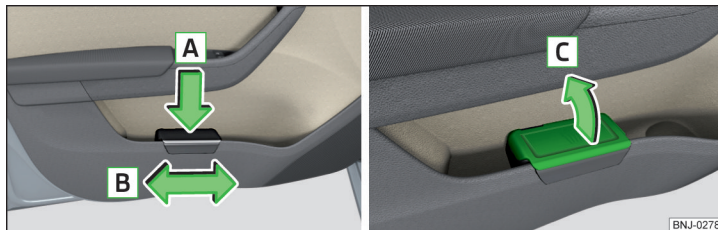

Рис. 69 Контейнер для відходів: вставка та пересування/відкриття
- » Натисніть на контейнер для відходів в задній частині у напрямку стрілки **A** » Рис. 69.
➤ Витягніть контейнер для відходів у напрямку, протилежному напрямку стрілки **A** » Рис. 69.
➤ Підійміть кришку в напрямку стрілки **C** » Рис. 69.